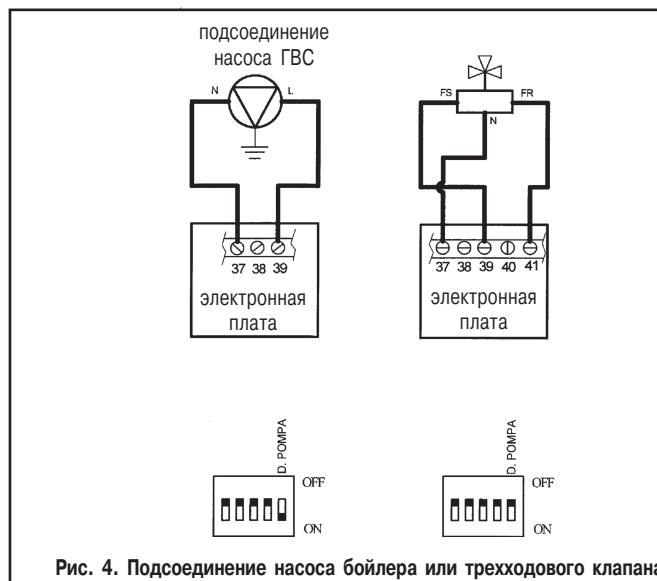

Рис. 4. Подсоединение насоса бойлера или трехходового клапана
- Выполнить электрическое подсоединение в соответствии с рис.4. Выполнить заземление. (рекомендуется использовать кабель типа «HAR H05 VV-F» или кабель с аналогичными характеристиками).